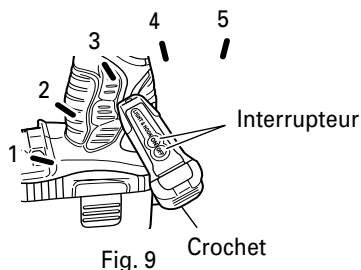

Fig. 9
- (1) Appuyer sur l'interrupteur pour allumer la lampe. Si on l'oublie, la lampe s'éteint automatiquement 15 minutes plus tard.
- (2) Il est possible de régler la direction de la lampe dans la plage des positions 1 à 5 du crochet. (Fig. 9)